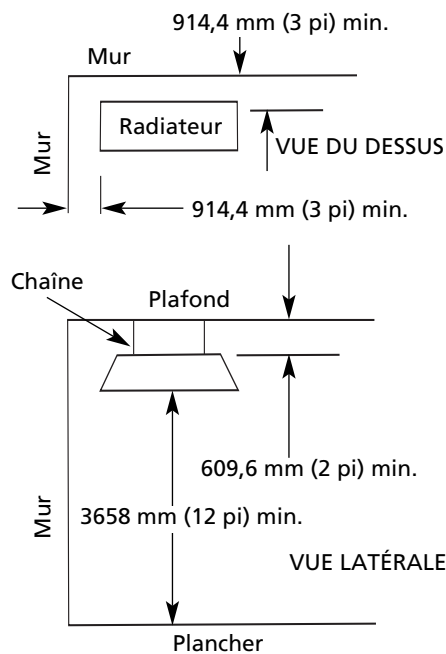

Figure 3 – Espace minimum
Ce radiateur est expédié entièrement assemblé; il peut être suspendu au plafond avec quatre (4) chaînes ou des supports à angle rigide fixés aux supports situés à l'arrière du radiateur (voir la Figure 3).